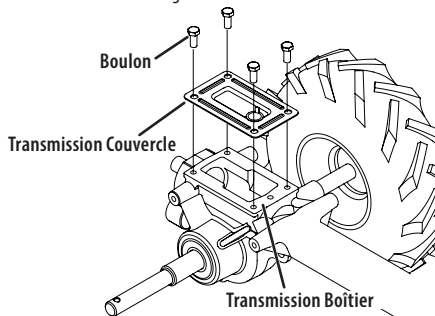

Figure 24
- Nettoyez la saleté et les résidus autour du couvercle de transmission. Voir la Figure 24.
- Retirez les quatre boulons (5/16-18 x 0,75) qui fixent le couvercle de transmission à l'arbre des dents et retirez le couvercle. Voir la Figure 24.